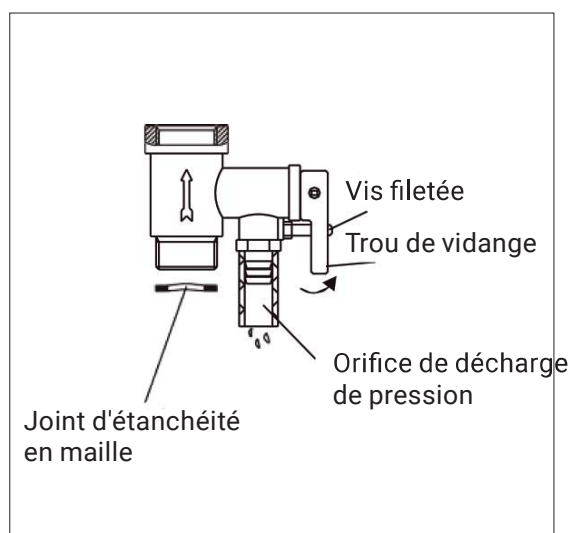

Fig.7
- Dévissez la vis filetée sur la soupape de sécurité multifonction et soulevez la poignée de vidange vers le haut (voir Fig.7) pour vidanger l'eau du réservoir intérieur.